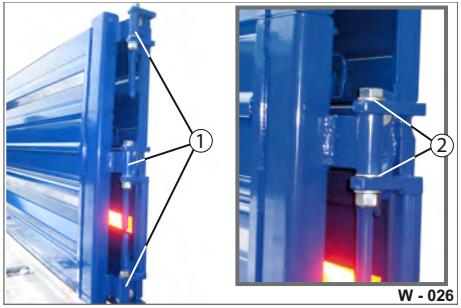

Abb. 26 Heck-Bordwand als Drehtüre
- ▶ Säubern Sie die Scharnier-Lagerung (Abb. 26/1) mit einem sauberen, trockenen Lappen.